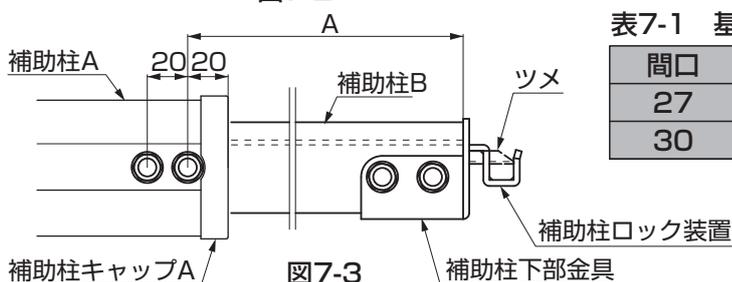

図7-3
- 補助柱B写し穴基準寸法Aは図および表を参照し、実際の状況に合わせて加工してください。(図7-3参照)